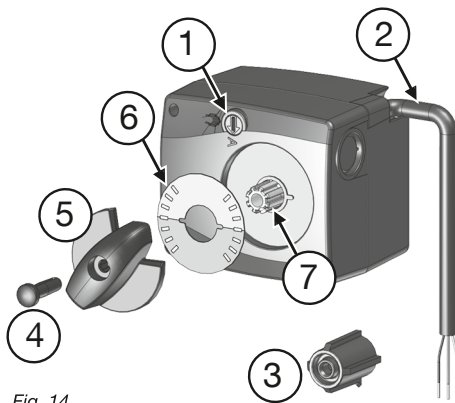

Fig. 14
- Retirer le **bouton tournant (5)** et le **bouchon (4)** de l'**arbre creux (7)**.
- Tourner le **disque indicateur (6)** de 180° de telle manière que la **zone rouge soit orientée vers le haut** (fig. 14).